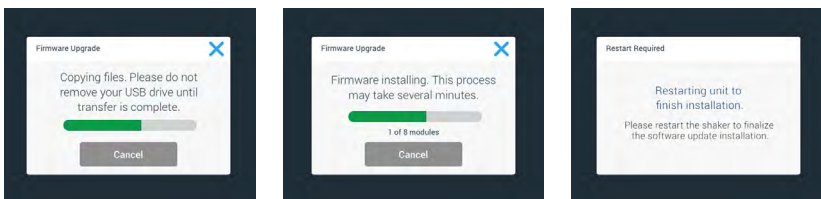

図 118: ファームウェアをアップグレードするときのインストール中のメッセージ
15. 図 118に示すように、インストールの進行状況を通知するさまざまなメッセージが表示されます。